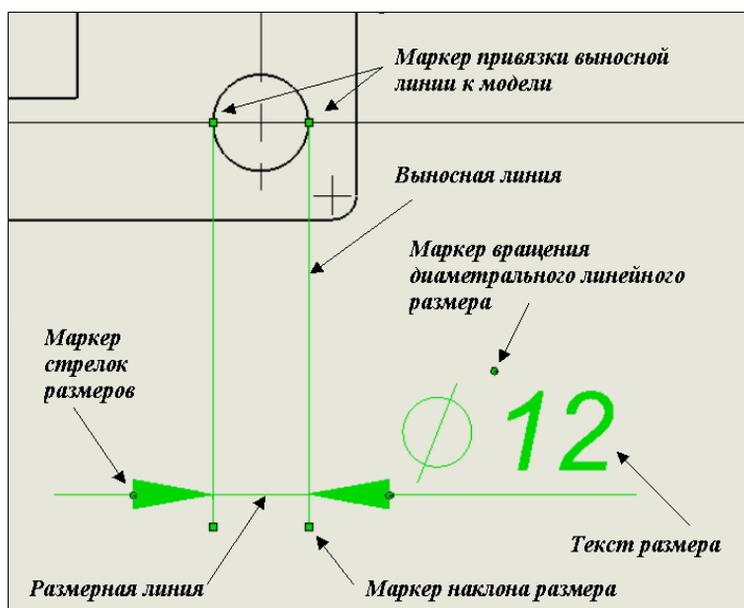

Рис. 8.102
- ◆ различные маркеры (рис. 8.102):